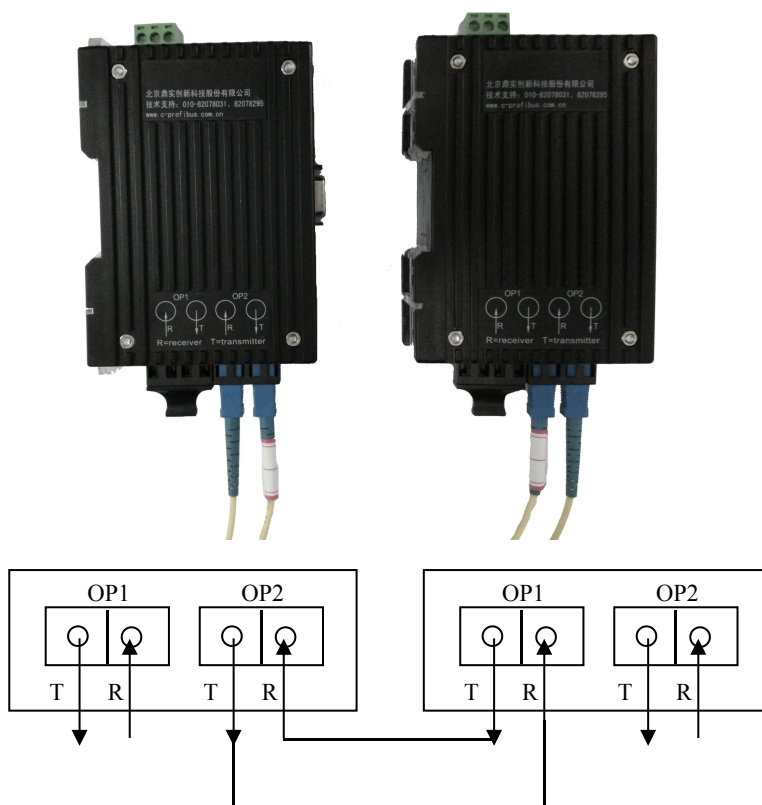

图 2-7 单模光纤接线图
- ①. 光缆安装：以 SC 接口的双芯单模玻璃光纤为例，如图 2-7 所示：
- ②. 每对光纤接口一进一出，分别接到另一个 OLM 的一对光纤接口的一出一进上，即交叉连接，注意光纤的最小弯曲半径。接线方式如图 2-7 所示：